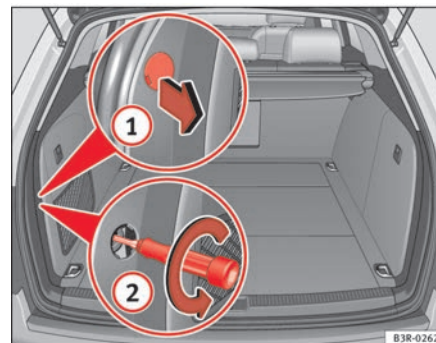
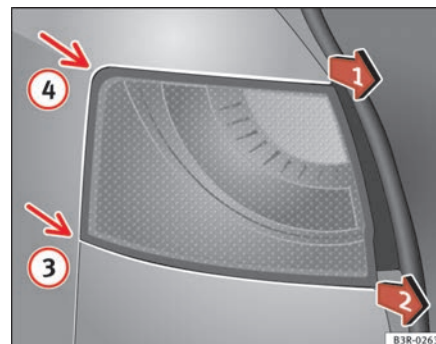

Fig. 219 Bagagliaio: posizione della vite di fissaggio del gruppo ottico posteriore
Fig. 220 Stacco del fanale di coda esterno
- Sollevare la copertura, facendo leva nella fessura con il cacciavite ⇒ pag. 283, fig. 219 (1), e rimuoverla assieme alla staffa di sicurezza.
- Rimuovere con cautela la vite sottostante dopo averla allentata in senso antiorario (freccia (2)) con il cacciavite.
- Tirare in modo alternato nella direzione delle frecce ⇒ pag. 283, fig. 220 (1) e (2), finché il fanale di coda non si stacca dai supporti nei punti (3) e (4).